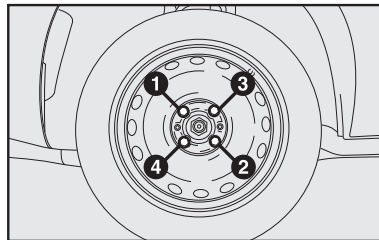

fig. 17
- Apriete a fondo los tornillos, pasando de un tornillo al otro diametralmente opuesto siguiendo el orden ilustrado en la **fig. 17**.